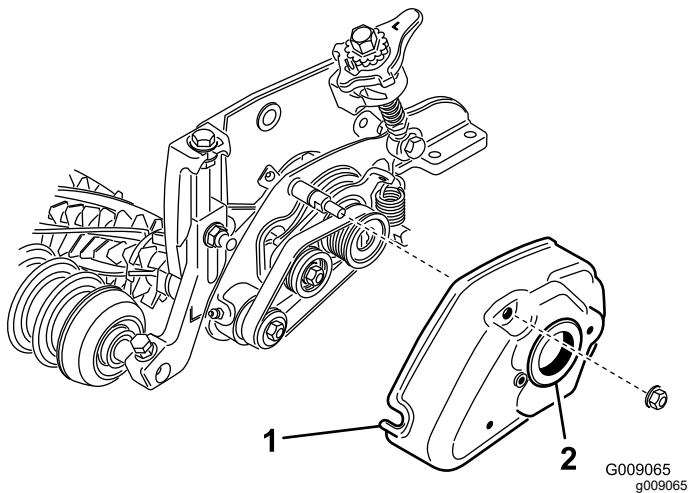

Рисунок 22
7. Установите крышку щетки и закрепите двумя фланцевыми гайками (5/16 дюйма) (Рисунок 22).
8. Нанесите консистентную смазку на внутренний диаметр втулки в крышке щетки (Рисунок 22).